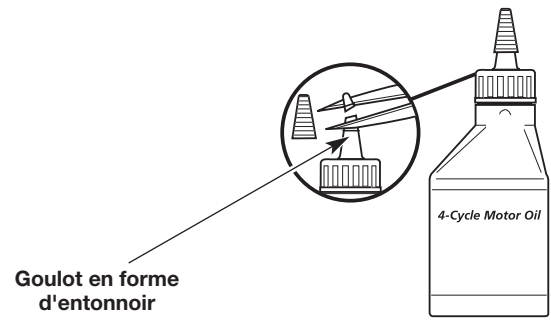

Fig. 5
2. Enlevez le bouchon de la bouteille d'huile. Coupez la pointe de l'entonnoir (Fig. 5).